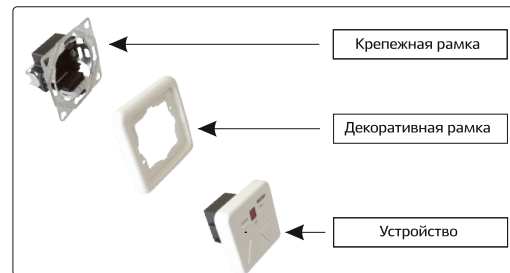

Рис. 3 — Монтаж пульта
- закрепить устройство согласно рис. 3.